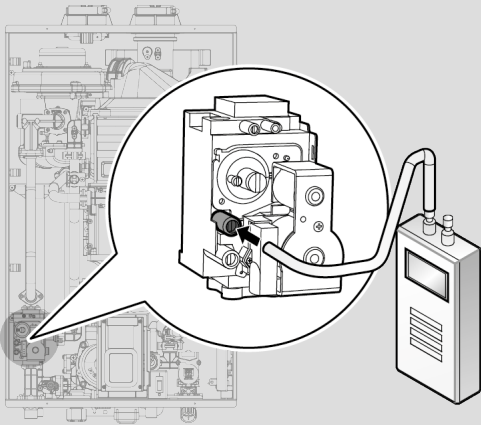

Figure 9
- Ouvrez la lumière de refoulement de pression en dévissant de deux tours la vis comme cela est illustré dans la Figure 9.